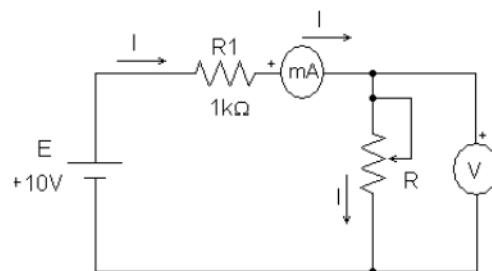

Figura 4: Circuito para estudo do potenciômetro e comprovação da *1a Lei de Ohm*.
- Monte o circuito mostrado no esquema elétrico da figura 4, no qual  $R$  é um potenciômetro de  $4k7\Omega$  (resistência máxima do potenciômetro).